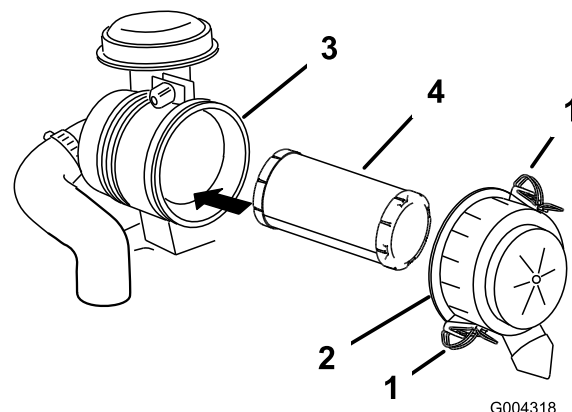

Figure 32
3. Ouvrez les dispositifs de verrouillage du filtre à air et enlevez le couvercle du corps du filtre (Figure 32).
5. Sortez l'élément filtrant du corps du filtre avec précaution (Figure 32). Évitez de cogner l'élément à l'intérieur du corps.
2. Insérez l'élément filtrant dans le corps du filtre avec précaution (Figure 32).
3. Reposez le couvercle du filtre à air, le côté portant l'inscription **UP** en haut, et fermez les dispositifs de verrouillage (Figure 32).